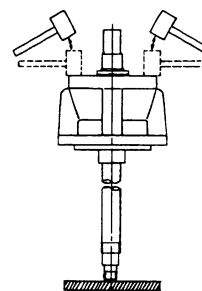

図 4
- (15) 木片などを下に敷き、シャフト⑧の入口側を下にして立てる。(図4)
- (16) 出口側ベアリングボックス⑮をバークハンマーで外周を均一に軽くたたきながら、出口側ベアリング⑳より外す。
- (17) ベアリングナット㉑、ベアリングワッシャ㉒を外す。
- (18) プーリ抜きを用いて出口側ベアリング⑳をシャフト⑧より抜く。